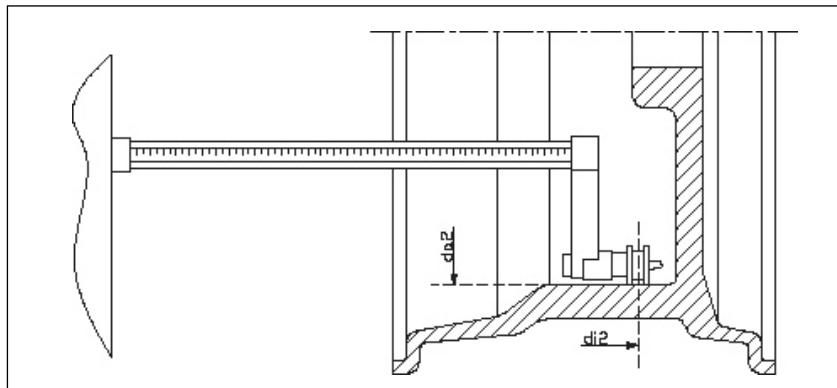

Abbildung F3.9 - Automatische Erfassung der Außenabstandswerte der Felgen in den Modi ALS1 und ALS2
- 4) Ziehen Sie das Lineal für Entfernung / Durchmesser gegen die Außenseite der Felge heraus, siehe Abbildung F3.9.
- 6) Ziehen Sie das Lineal für Entfernung / Durchmesser gegen die Außenseite der Felge heraus, wo der Auswuchtklotz platziert wird. Wie in Abbildung F3.9 gezeigt;